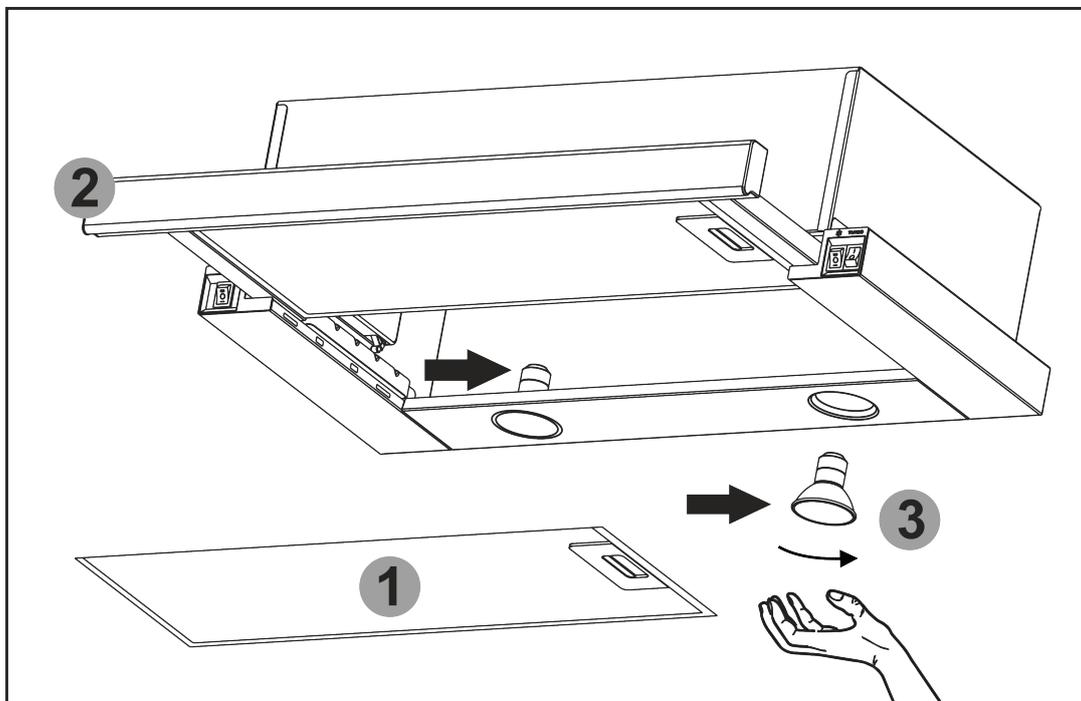

Рис.7
**8.9** На вытяжке установлении **галогенные** лампы подсветки рабочей зоны плиты. Перед началом замены лампы освещения необходимо отключить вытяжку от электросети, дать возможность охладеть лампам. Для замены лампы необходимо снять алюминиевый фильтр **1**, вытянуть шухляду выдвигающую **2**, отжать держателя патрона на себя, чтобы лампа **3** вышла из корпуса вытяжки, удерживая держатель патрона, слегка надавить на лампу в направлении патрона и, повернув ее против часовой стрелки, вынуть из корпуса вытяжки (**рис.7**).